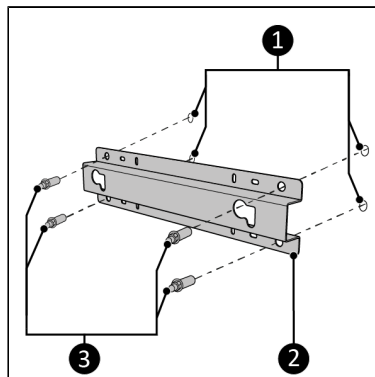

Figure 113.
1. Umiestnite nástennú konzolu (Figure 113, poz. 2) k stene a označte štyri otvory (Figure 113, poz. 1). Dbajte na to, aby bola konzola umiestnená vo zvislej polohe (pozrite si štítok „Touto stranou nahor“ na konzole).
4. Pripevnite nástennú konzolu k stene pomocou štyroch matíc (Figure 113, poz. 3).